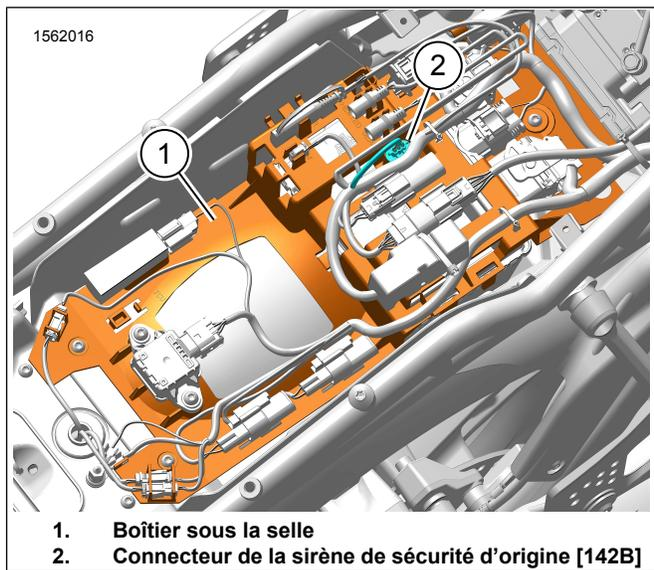

Figure 27. Connecteur d'origine (Pan America illustré)
4. Figure 27 Retirer le boîtier sous la selle (1). Consultez le manuel d'entretien.
5. Retirer BCM (MCC) du boîtier sous la selle (1). Consultez le manuel d'entretien.
- b. Installez le boîtier sous la selle (1). Consultez le manuel d'entretien.
7. Voir la Figure 27. Retirer le connecteur de la sirène de sécurité d'origine (2) du point de fixation du boîtier sous la selle (1).